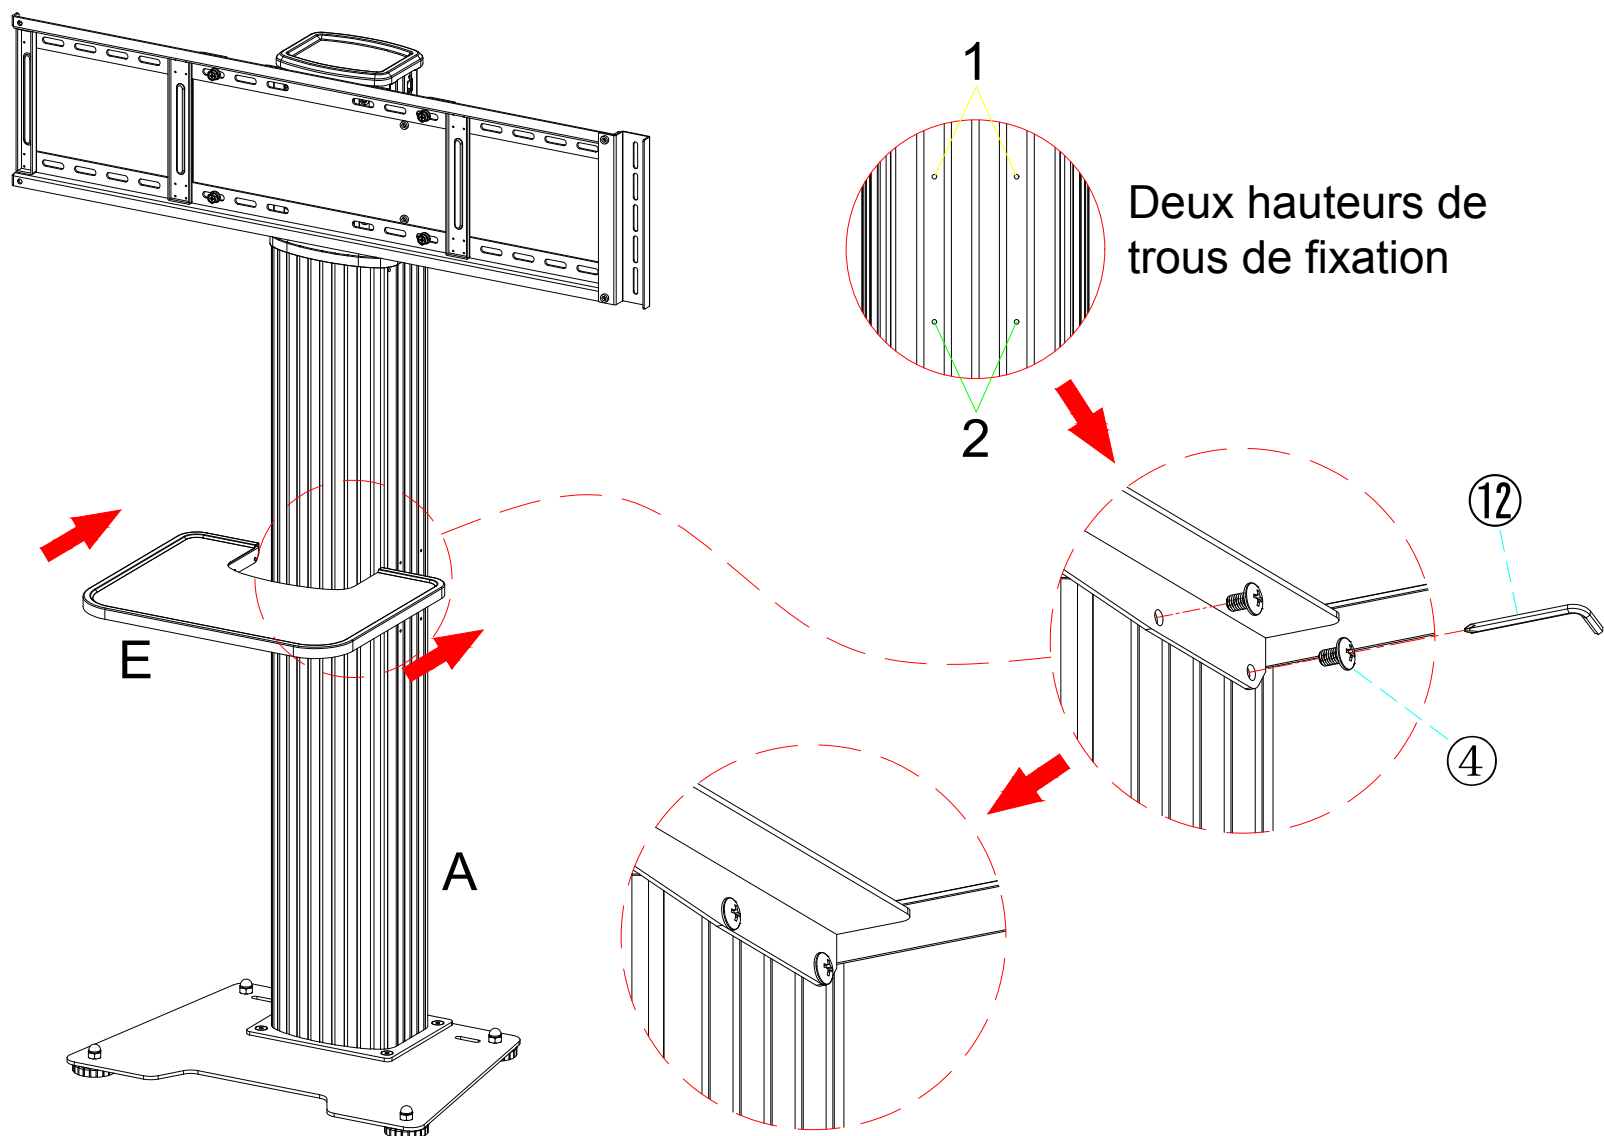

Figure 7
Étape 7 : Le plateau (E) comporte deux hauteurs de trous de fixation.
La colonne (A) et visser avec 4 vis (④).(Figure 7)